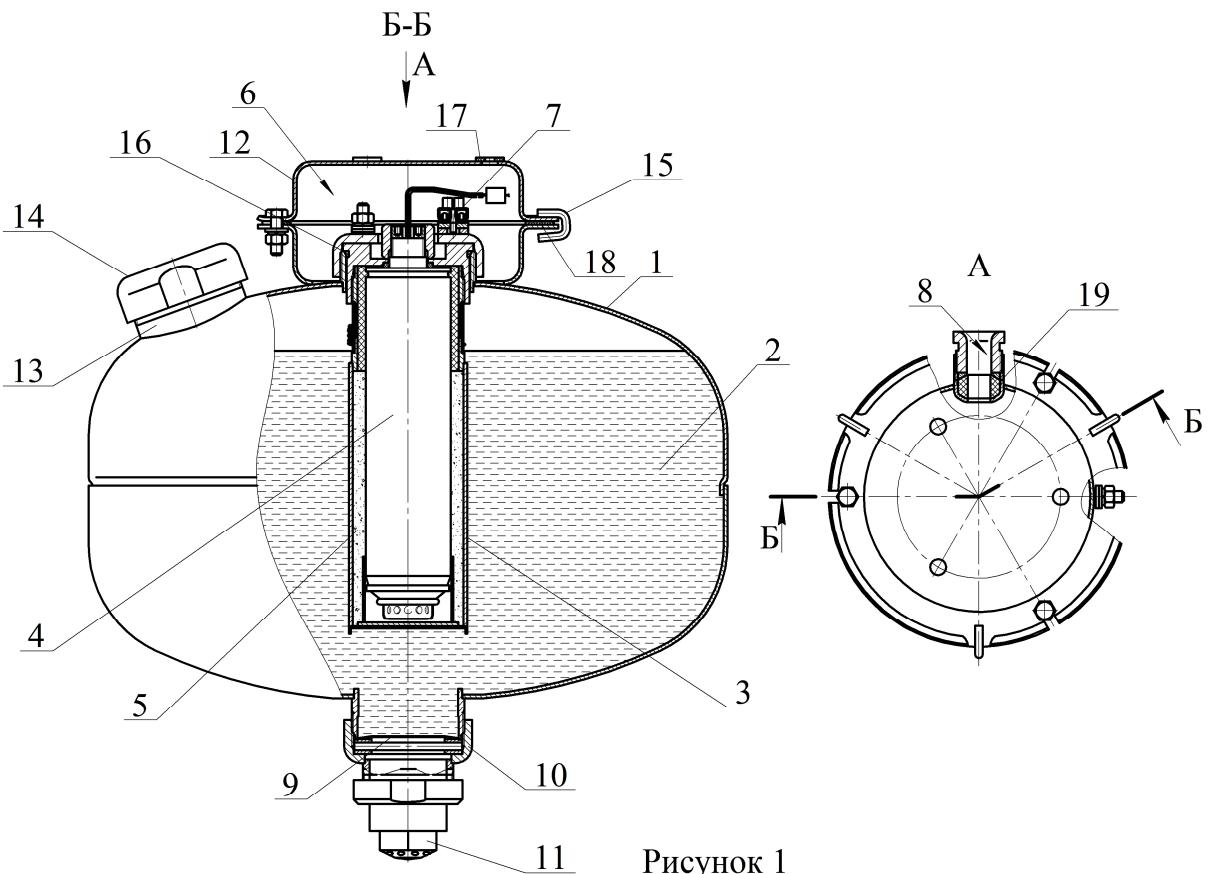

Рисунок 1
1.4.1.1 МУПТВ (см. рисунок 1) состоит из корпуса 1, заправленного жидким ОТВ 2, в котором размещено газогенерирующее устройство 3. В герметичный корпус газогенерирующего устройства со степенью защиты IP68 установлен ИХГ 4 с элементом электропусковым. Зазор между ИХГ корпусом газогенерирующего устройства заполнен пористым искрогасящим материалом 5.
2.1.3 Закрепить кронштейн **12** (см. рисунок 1) на толке. Координаты отверстий в кронштейне приведены на рисунке 3.
2.1.5.1 Залить в отверстие верхней горловины **13** (см. рисунок 1) воды по ГОСТ 6709-72, СанПиН 2.1.4.1074-01 (температура воды должна быть плюс (15...25)°C) объемом $12,15^{+0,2}$ дм³. Открыть упаковку с жидкостью добавкой к воде и залить ее в отверстие верхней горловины **13**. Установить в отверстие горловины предохранительный клапан **14**. Сверху закрутить гайку до упора.
2.1.6 Накрутить до упора насадок-распылитель **11** (см. рисунок 1).